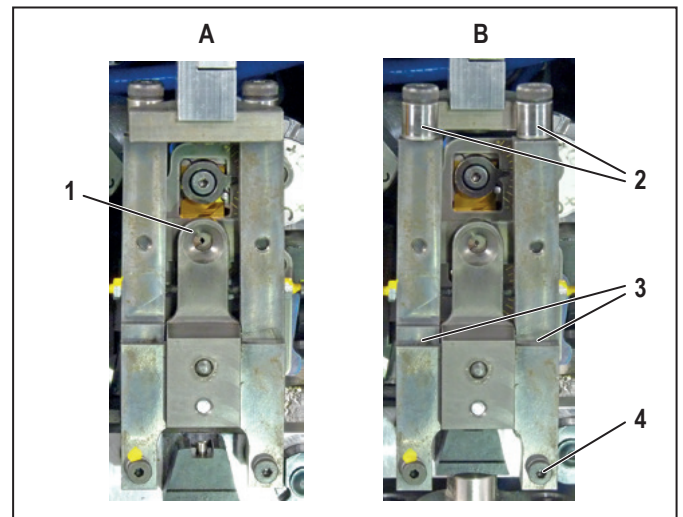

Bild 7.3 Montagehållare för flertrådiga ledare i driftposition (A) och dragen framåt (B)
- Dra montagehållaren för flertrådiga ledare framåt (Bild 7.3, B).
- Kontrollera att valsarna (2) kan röra sig fritt. Smörj valsarnas rotationspunkter vid behov.
- Smörj rotationspunkterna (3) på montagehållaren för flertrådiga ledare.
- Se till att montagehållaren för flertrådiga ledare är i frontläge (Bild 7.3, B).
- Ta bort den nedre högra skruven på montagehållaren för ledare (Bild 7.3, 4).